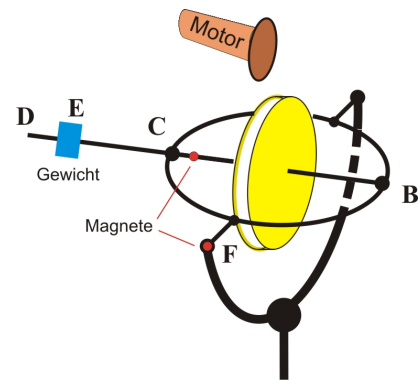

Abbildung 7
- (M7) Werfen Sie den Kreisel auf ca. 50 Hz an, und drücken Sie vorsichtig bei B (Abb. 7) mit dem Daumen von oben auf den Rahmen. Warum ändert sich die Drehrichtung der Präzession, wenn Sie bei C drücken? Benutzen Sie einen Magneten als Zusatzgewicht.